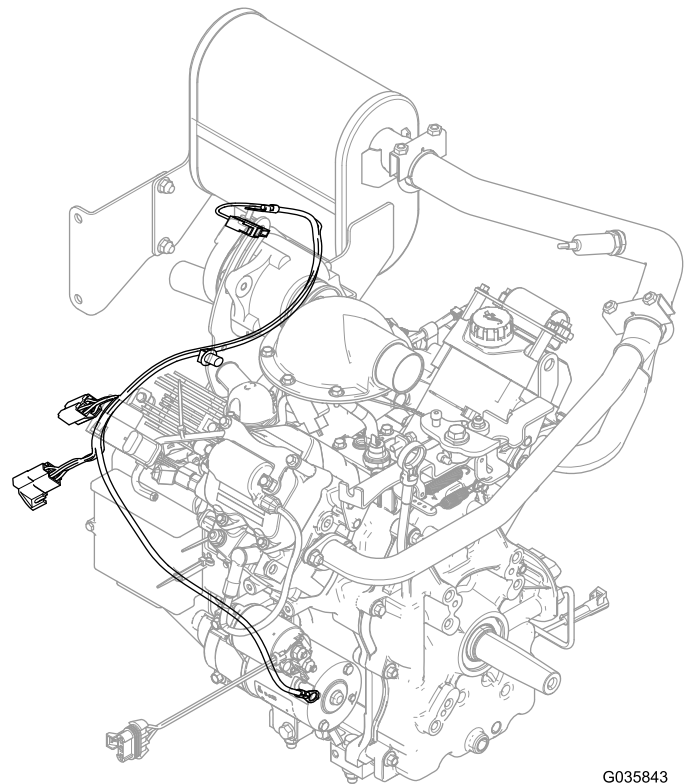

図 15
1. キットのワイヤハーネスをオルタネータに接続する 図 15。
4. プラスの端子リングをスタータのプラス端子に取り付ける 図 15。